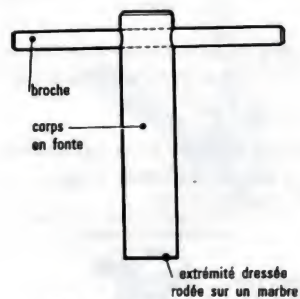

Fig. 6. — Rodoir pour sièges (pompe S. I. G. M. A.).
- Avant le remplacement des clapets, un rodage des sièges peut être effectué à l'aide d'un outillage (1) réalisé par le spécialiste de l'injection (fig. 6, 7 et 8).
(1) Suivant le type de pompe, utiliser des rodoirs en fonte réalisés au diamètre des sièges. L'extrémité du rodoir doit être parfaitement dressée au tour puis rodée suivant le cas (fig. 6 et 7).